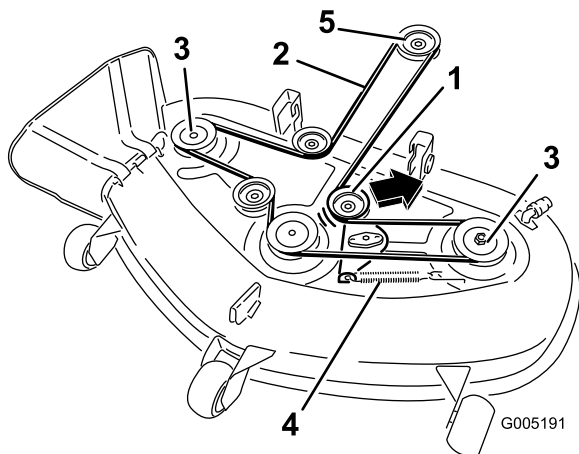

Figura 47
5. Tirate la puleggia tendicinghia nel senso riportato nella Figura 47, e togliete la cinghia dalle pulegge.
6. Montate la nuova cinghia attorno alla puleggia del motore ed a quelle del tosaerba (Figura 47).
7. Tirate la puleggia tendicinghia nel senso riportato nella Figura 47, e montatela sulla puleggia tendicinghia (Figura 47).